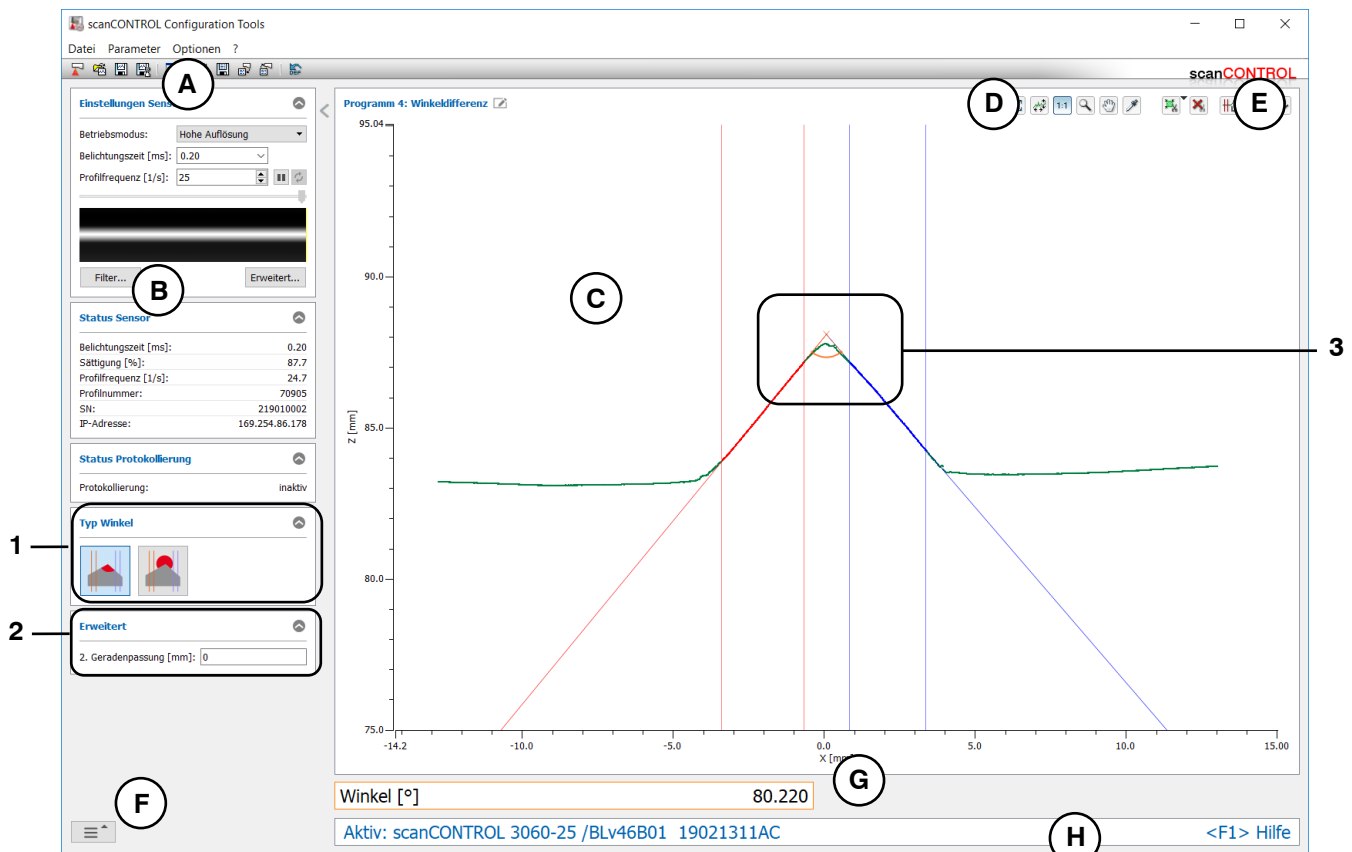

Abb. 4.10: Messprogramm „Winkeldifferenz“
- Definieren Sie, wie der Winkel zwischen beiden Geraden errechnet wird (Winkel zwischen linkem und rechtem Bereich  oder Winkel zwischen rechtem und linkem Bereich , siehe Abb. 4.10 und Kap. 3.13.1).